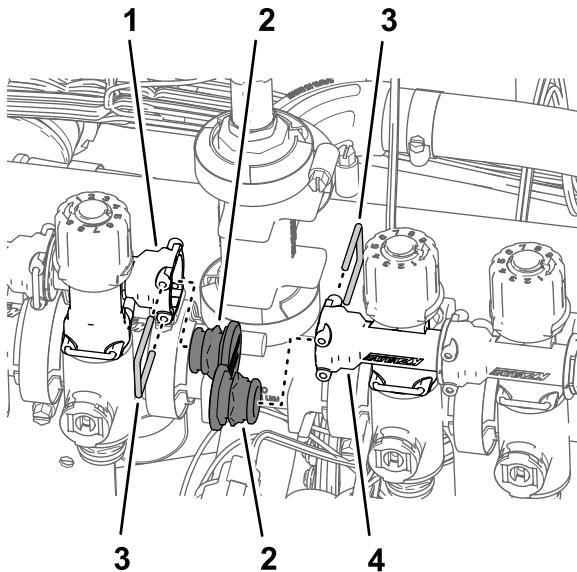

Figura 98
3. Rimuovete i fermi che fissano i tappi nelle prese del raccordo a disinnesco rapido nella valvola dell'ugello 5 e nella valvola dell'ugello 6 e rimuovete i tappi (Figura 98).